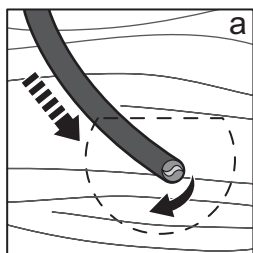
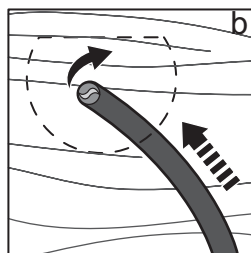

Fig. 22
Fig. 23
- > Tenha atenção que ao usar o produto sem uma guia, este tem sentido de rotação para a direita quando se desloca em direção ao utilizador (Fig. 22); e um sentido de rotação para a esquerda quando se afasta do operador (Fig. 23).